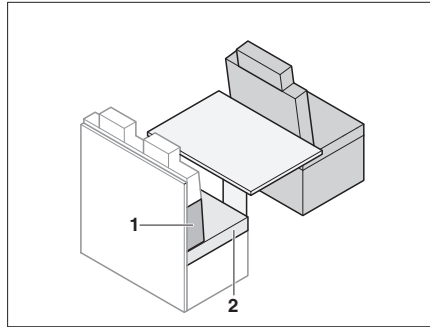

Bild 186 Vor dem Umbau
- Sitzpolster (Bild 186,2) entfernen.
- Rückenpolster (Bild 186,1) zwischen das Sitzpolster und die Rückwand legen. Die Keilform beachten.